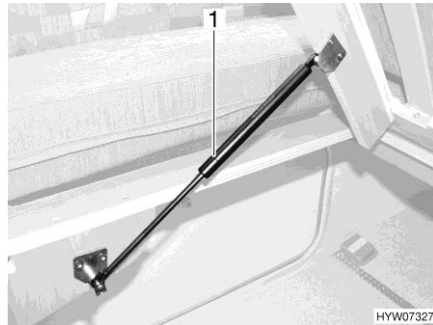

Fig. 133 Lit fixe
- Soulever le sommier à lattes. Les ressorts à pression de gaz (Fig. 133,1) maintiennent le sommier à lattes en position ouverte.